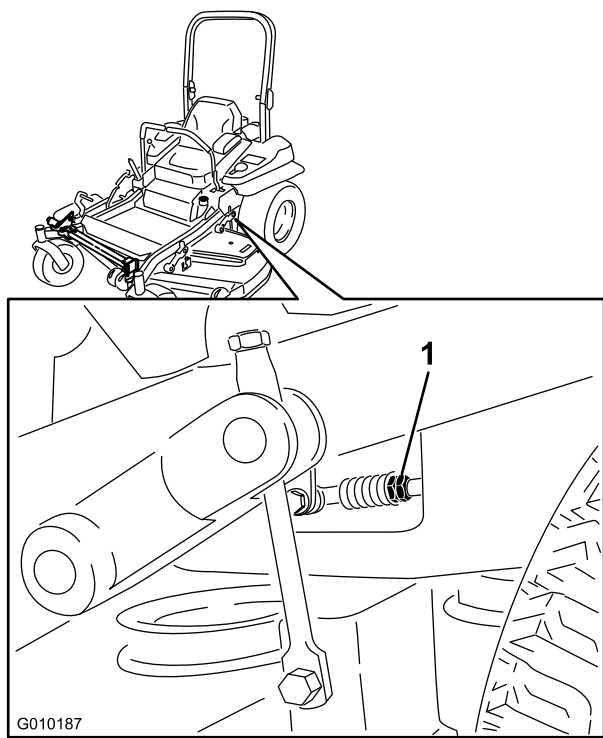

Figure 80
9. Réglez la longueur des tiges de pompes en tournant les doubles écrous dans le sens voulu jusqu'à ce que les roues tournent légèrement en marche arrière (Figure 80).